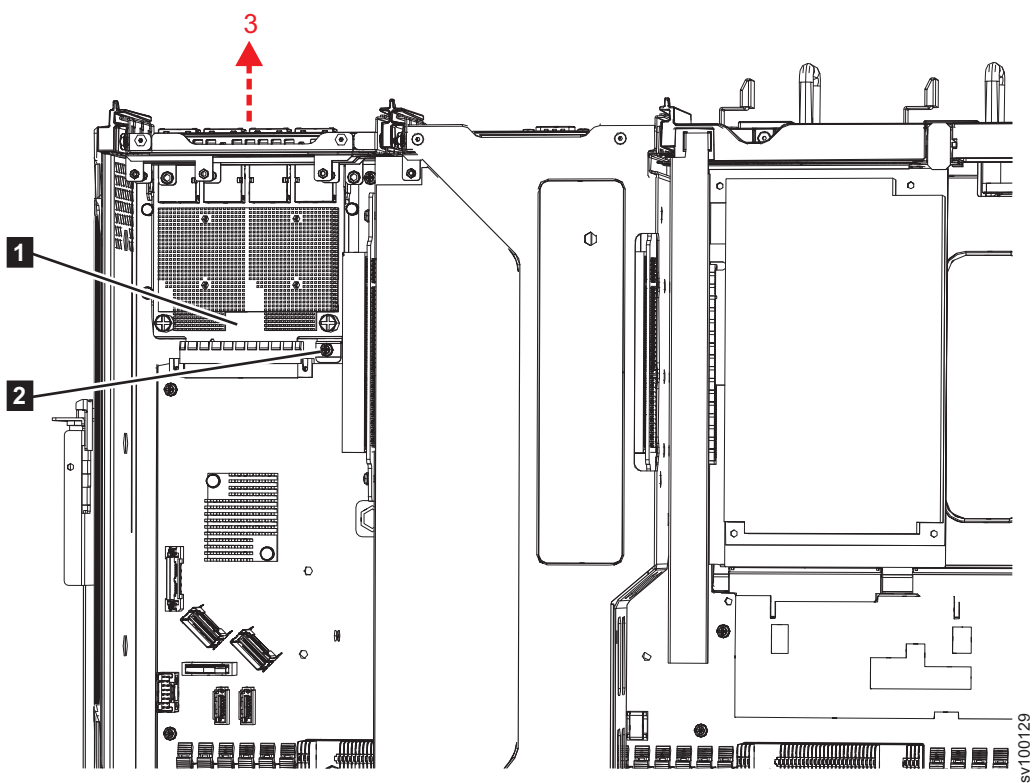

図 212. 2145-SV1 イーサネット・エッジ・ボードの取り外し
8. 図 212に示されているように、イーサネット・エッジ・ボード (**1**) を見つけます。
9. イーサネット・エッジ・ボードをシャーシに取り付けてあるねじ (275 ページの図 212 の **2**) を取り外します。
10. イーサネット・エッジ・ボードを、 275 ページの図 212 で示された方向 (**3**) に押して、ノード背面にあるポート穴から取り出します。
275 ページの図 212 は、イーサネット・エッジ・ボードをシャーシに取り付ける位置 (2) を示しています。